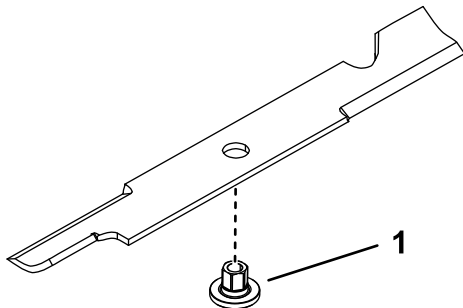

Figura 94
1. Instale el buje a través de la cuchilla con la brida del buje en el lado inferior (lado del césped) de la cuchilla (Figura 94).